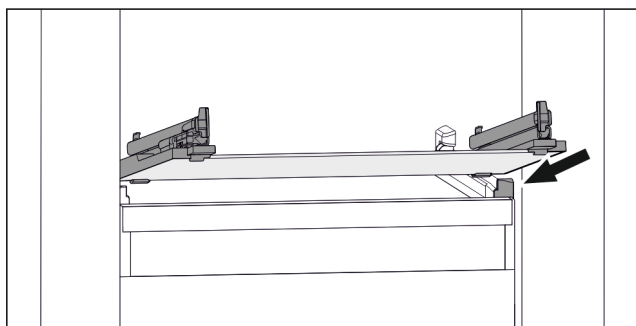

Fig. 159 Exempel på glashylla
- ▶ Sätt på glashylla i vinkel bakom stoppklackarna. (se Fig. 159)